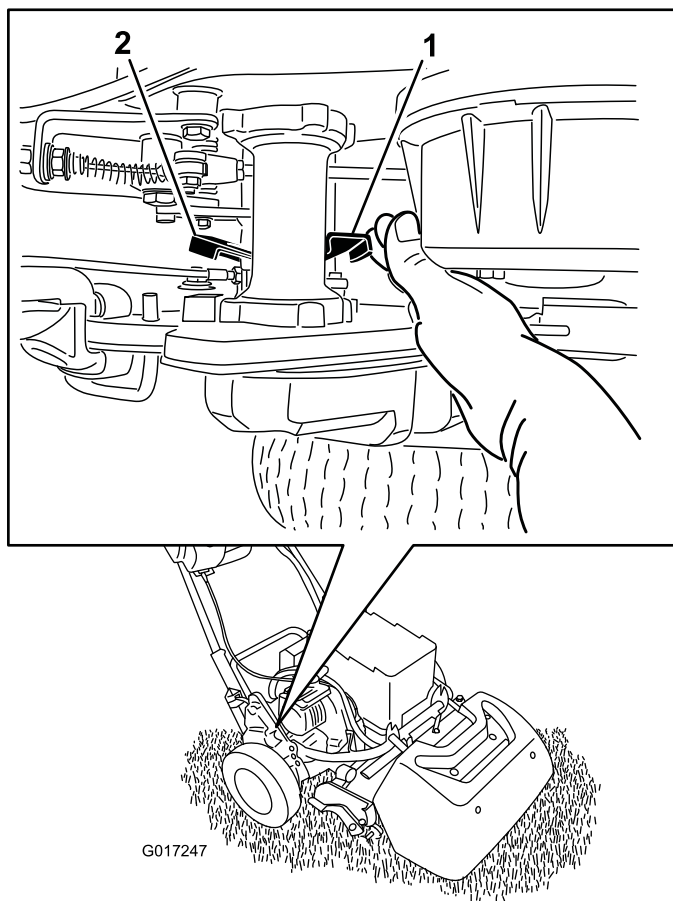

Figura 32
1. No canto posterior direito da máquina, localizar a alavanca de engate/desengate da tracção ao lado do tambor da transmissão (Figura 32).